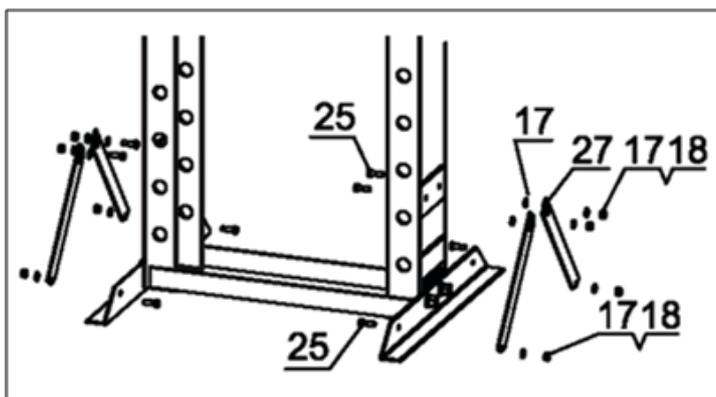

Рис. 2
- Прикрепите боковые растяжки (27) к раме и опоре с помощью болтов (25), шайб (17) и гаек (18). См. Рис. 2.